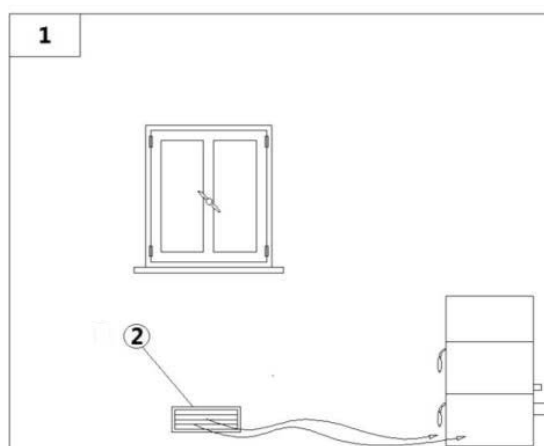

Fig. 11 - Afluencia del aire directa
LEYENDA	Fig. 11
- La afluencia del aire entre el ambiente externo y la sala puede suceder por vía directa por medio de una brecha en la pared externa del edificio (véase **Fig. 11**).